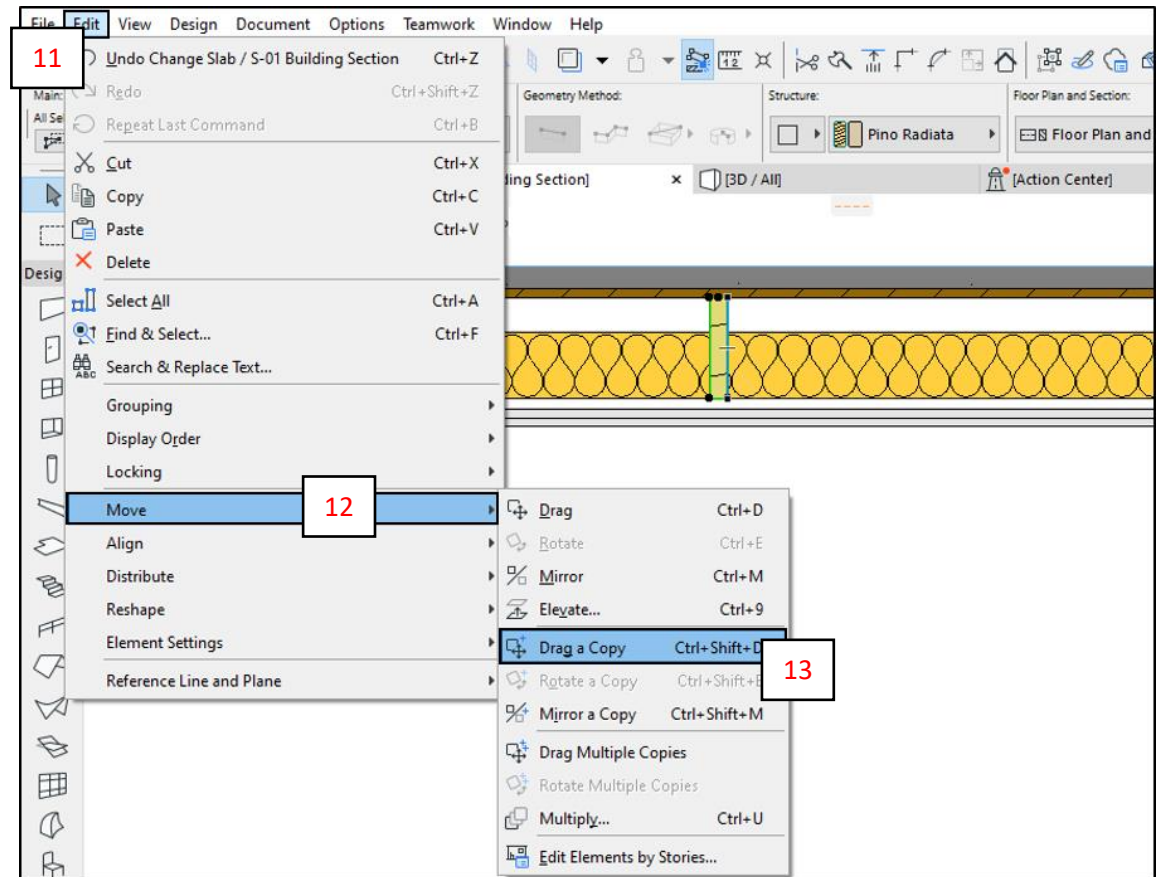

Fig. 23
F. En la vista corte, seleccionar el elemento de madera (11). (Fig. 23)
G. En la Barra de Menús, ir a **Edit** (12) > **Move** > **Drag a Copy** (13). (Fig. 23)